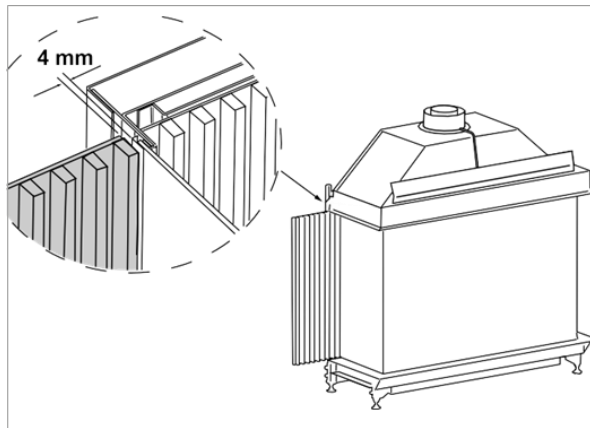

Abbildung 10: Abstand zwischen Platte und Feuerstelle (4 mm)
6. Achten Sie darauf, dass zwischen der Platte und dem Seitenglas ein Abstand von 4 mm besteht, damit dieser für Wartungsarbeiten weiterhin zugänglich bleibt (siehe Abbildung 10).